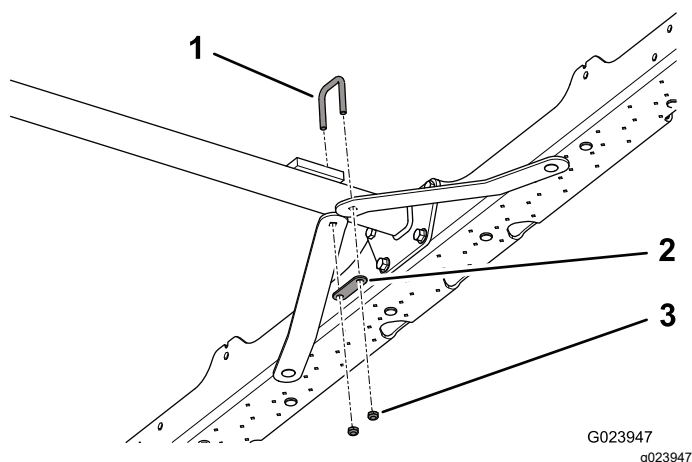

**Bild 5**
1. Fluchten Sie das längere, flachere Ende einer Stützstrebe mit der Unterseite der unteren Platte aus, sodass das kürzere flache Ende die Deichsel erreicht (Bild 5).
2. Befestigen Sie die Stützstrebe mit einer Schraube (5/16" x 3/4") und einer Sicherungsmutter (5/16") an der unteren Platte, siehe Bild 5.